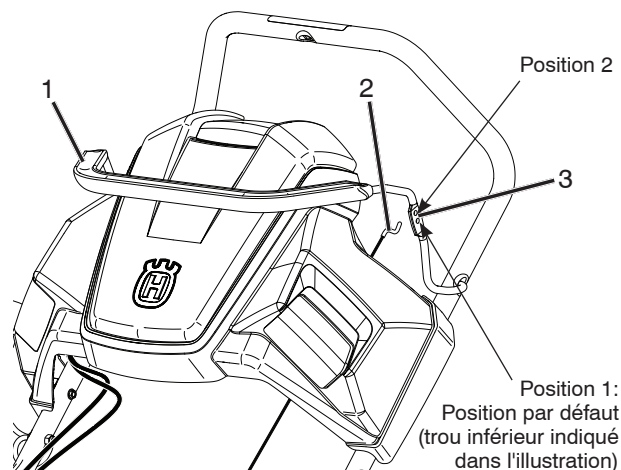

Figure 22
1. Avec la barre de commande désengagée, détacher et déplacer le câble de commande à la position la plus élevée. (Figure 22).